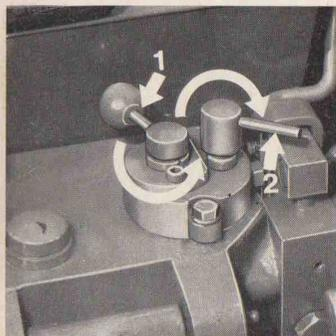

Abb. 63
A l'aide du clapet conique (fig. 63 n° 2) on peut étrangler ou complètement fermer la conduite de retour du vérin. Le clapet conique sert aux opérations suivantes:
La sensibilité du relevage hydraulique est réglée à l'aide du levier (fig. 63 n° 1).
- 4) Ouvrir plus ou moins le clapet conique (fig. 63 n° 2) selon l'outil de travail.